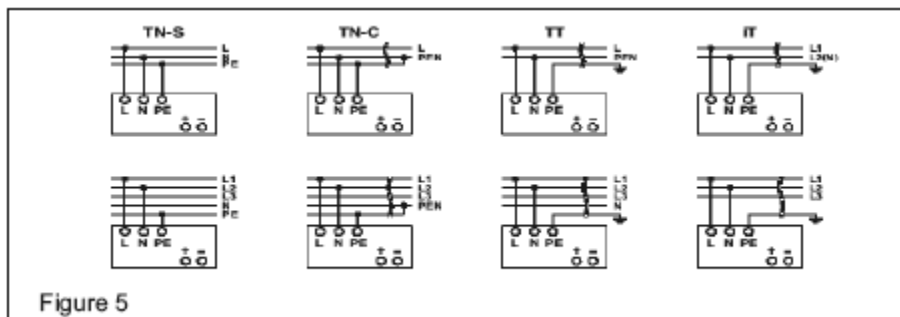

Figure 5
5.1. Подключение напряжения питания (Рис. 1, Рис. 5)